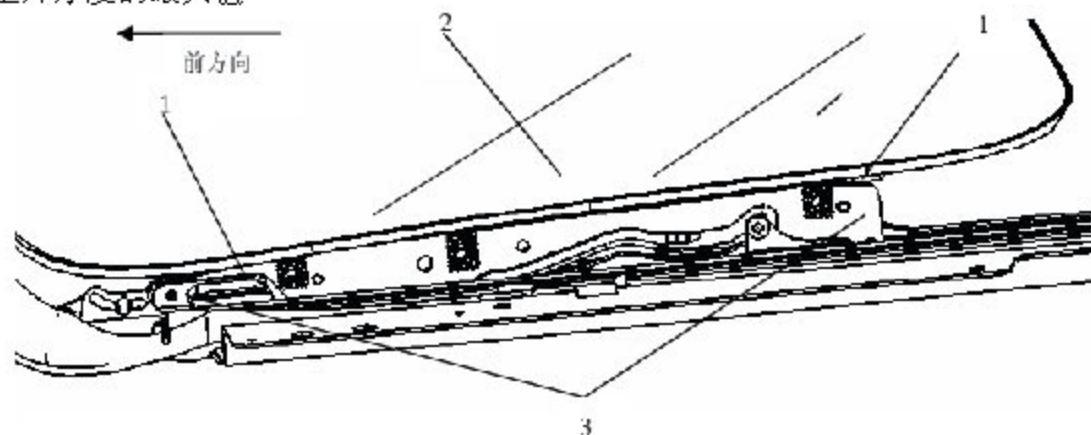

图 8-87 加垫垫片调整
- 2). 松开螺母，并在玻璃窗框和玻璃托架之间装入垫片调整（见图 8-87），其前后垫片厚度的最大值